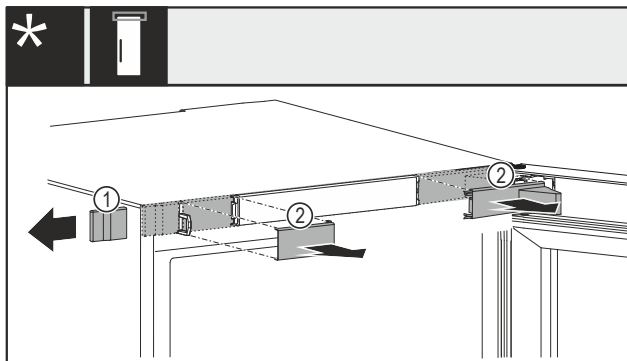

Fig. 13 Mit mechanischem oder elektrischem Schloss*
- Abdeckung Fig. 13 (1) vorsichtig seitlich entfernen.*
- Abdeckungen Fig. 13 (2) vorsichtig nach vorne entfernen.*